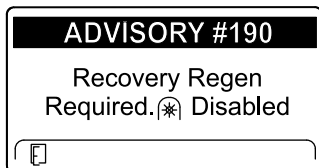

Figura 50
- Richiesta di rigenerazione di recupero – disabilitazione della presa di forza ADVISORY #190 (Figura 50)